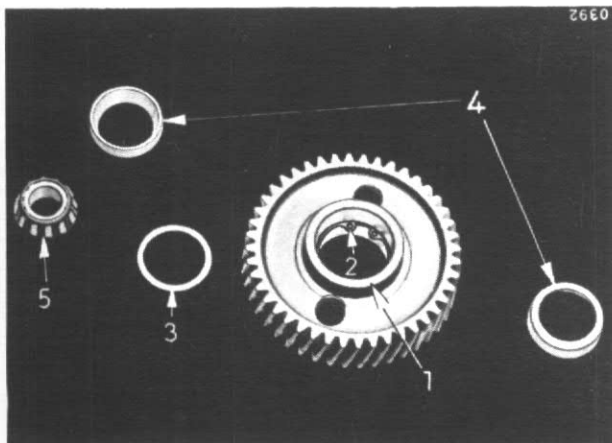

Figure 178
Insérez le circlip (2) fig. 178 dans sa gorge. Remettez en place la rondelle (3) en face du côté de la longue extrémité du moyeu (1) du pignon. Mettez en place les deux cuvettes extérieures (4) en mettant leur petit diamètre en face de l'intérieur du pignon.